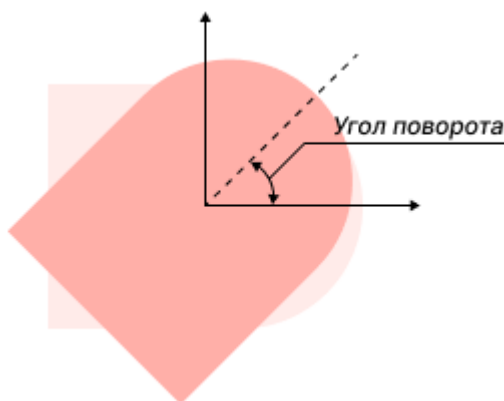

Рис. 144 Поворот апертуры
- Угол поворота – величина угла поворота горизонтальной осевой линии апертуры против часовой стрелки, значение может быть задано в диапазоне 0 – 359° с шагом 1°, см. Рис. 144.